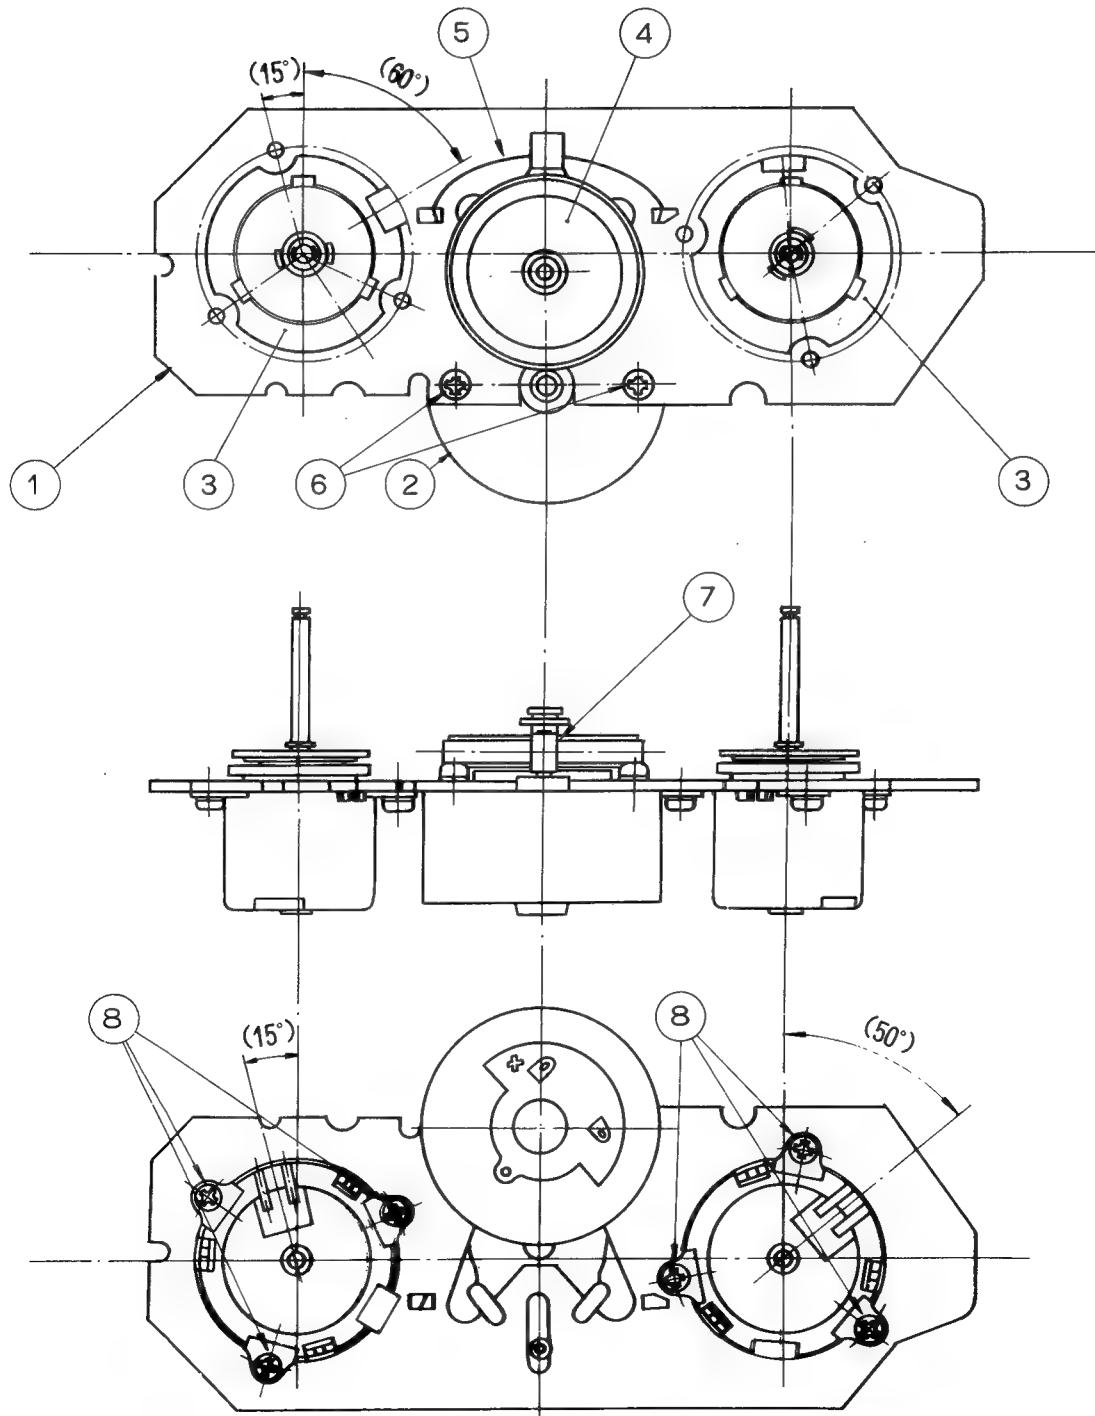

Abb. 7-33
- 1) Sicherstellen, daß die Spulenzwischenrolle (4) fest mit dem Spulenchassis (1) verbunden ist und daß die Spulenzwischenrollen-Einrückfeder (5) ordnungsgemäß in die Spulenzwischenrolle eingehakt ist.
- 2) Den Austauschmotor mit den zwei Schrauben XBPSD30P05J00 befestigen, wobei die Spulenmotor-Anschlußklemmen und der Feder-Einhakwinkel wie aus Abb. 7-33 ersichtlich angeordnet sein sollen. (Die Verwendung langerer Schrauben als der vorgeschriebenen führt zu Beschädigung des Motors.) Vorsichtig verfahren, um eine Beschädigung der Spulenmotor-Rillenscheibe (7) zu vermeiden.
- 2) Die Spulenzwischenrolle wie aus Abb. 7-33 ersichtlich, in die Mitte des Spulenchassis bewegen, daraufhin zieht man sie leicht in Richtung Spulenmotor, um sie zu entfernen.
- 1) Die Austauschbremse in der in Abb. 7-33 dargestellten Stellung einbauen und mit 3 Schrauben (XBPSD30P04J00) befestigen.